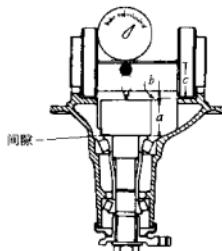

图 13-27
d. 参考图 13-27, 图中有三个尺寸 “a”、“b”、“c”、“b” 值为未知, 下面将用其计算确定调整垫片的厚度尺寸。“a” + “c”的值为 86 mm。